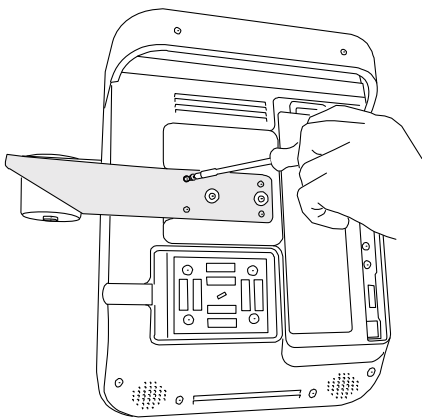

Figura 2 Avvitare le viti sul portatrasduttore
- 2 Utilizzando un cacciavite Phillips, serrare le quattro viti. Fare riferimento alla Figura 2.
- ❖ Utilizzando un cacciavite Phillips, allentare le quattro viti sul lato posteriore del portatrasduttore. Fare riferimento alla Figura 2.